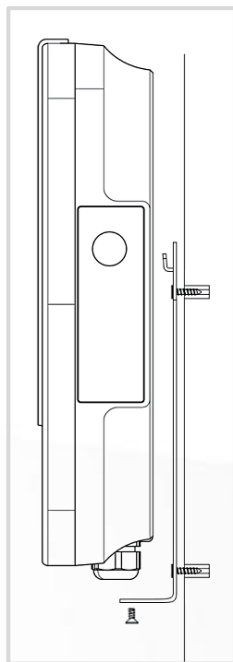
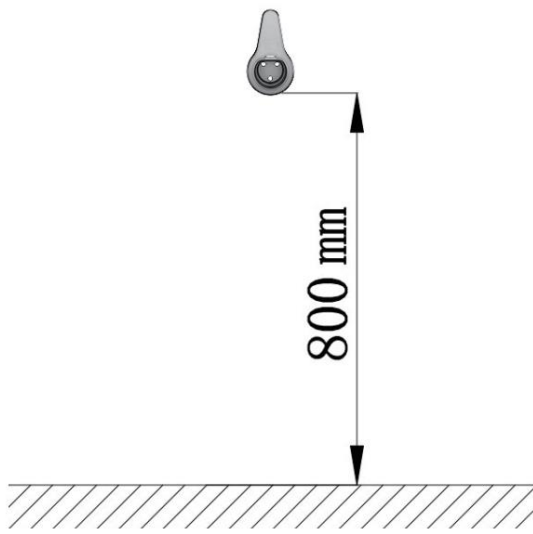

图 5
图 6
- d. 将 wall box 对准安装支架。确保 wall box 的后凹槽与支架的插槽对齐。然后使用六角螺丝固定 wall box 底部和安装支架，详见图 5。最后在 wall box 方便合适的位置安装枪座，建议安装离地高度为 800mm，详见图 6。